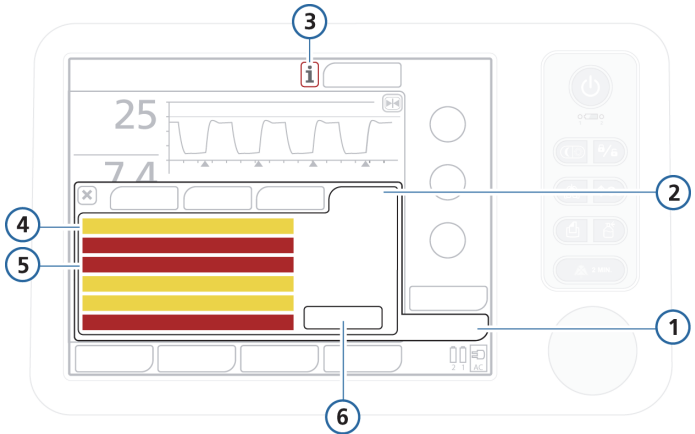

Figura 9-5. Área memória de alarme com alarmes inativos
- Se não houver alarmes ativos, a área memória de alarme mostrará os alarmes inativados mais recentemente (Figura 9-5). Os alarmes inativos são cercados de retângulos com bordas anguladas.
- Toque no indicador do alarme inativo (o ícone i) (Figura 9-5)
Para limpar todas as mensagens de alarmes inativos, pressione o botão **Reset** (Figura 9-5). A memória de alarme não terá o seu conteúdo apagado se for fechada.